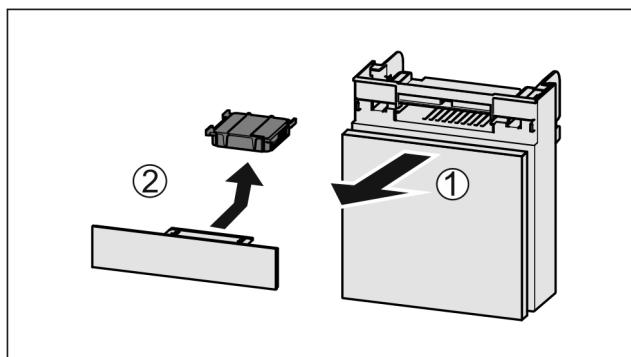

Fig. 87
- Вытянуть Fig. 87 (1) отделение движением вперед.
- Извлечение Fig. 87 (2) фильтра с активированным углем.